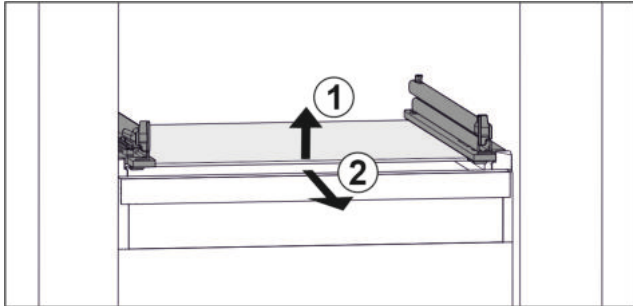

Fig. 30 Примерно изображение на стъклената плоча
- ▶ Повдигнете стъклената плоча отпред. Fig. 30 (1)
- ▶ Извадете стъклената плоча напред. Fig. 30 (2)